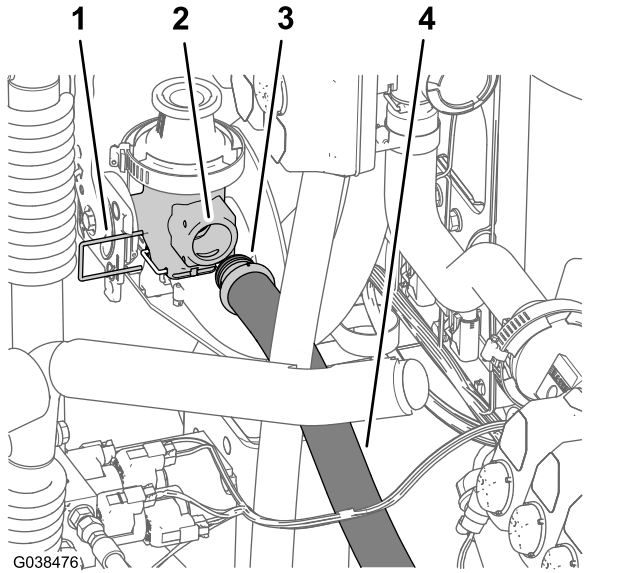

Figura 73
1. Montate il raccordo diritto dentellato del flessibile di alimentazione inferiore (2,5 x 66 cm) nel foro di ingresso della valvola di intercettazione del nebulizzatore (Figura 73).